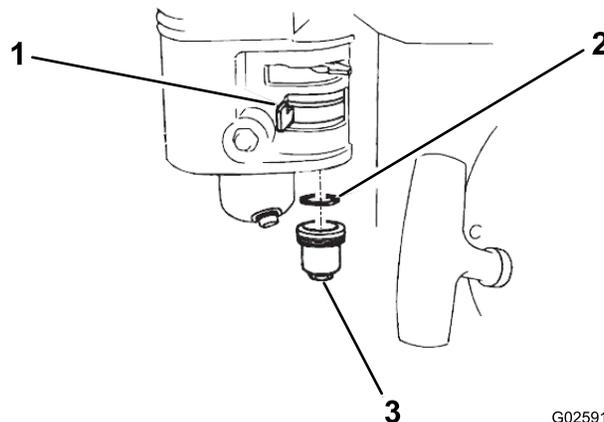

Figura 32
1. Spostate la valvola del carburante in posizione OFF e rimuovete la coppa dei sedimenti di carburante e l'O-ring (Figura 32).